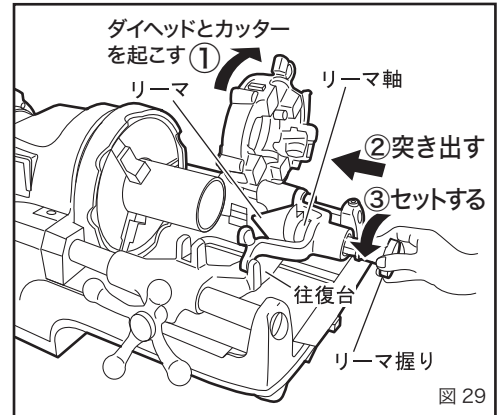

図 29
- ①使用しないダイヘッドとカッターを起こしてください。(図 29)
- ②リーマを往復台にセットしてからリーマ握りを押して、リーマを突き出します。(図 29)
- ③リーマ握りを反時計方向に回してホルダーにセットします。(図 29)